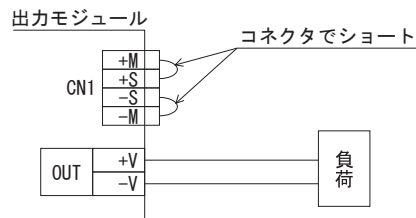

図 2.3 リモートセンシングを使用しない場合
- リモートセンシング機能を使用しない場合は、出力モジュールの CN1 で、+S と +M、-S と -M をそれぞれ短絡してください。リモートセンシング機能を使用しない場合の結線を図 2.3 に示します。出荷時には、専用のハーネスを実装しています。